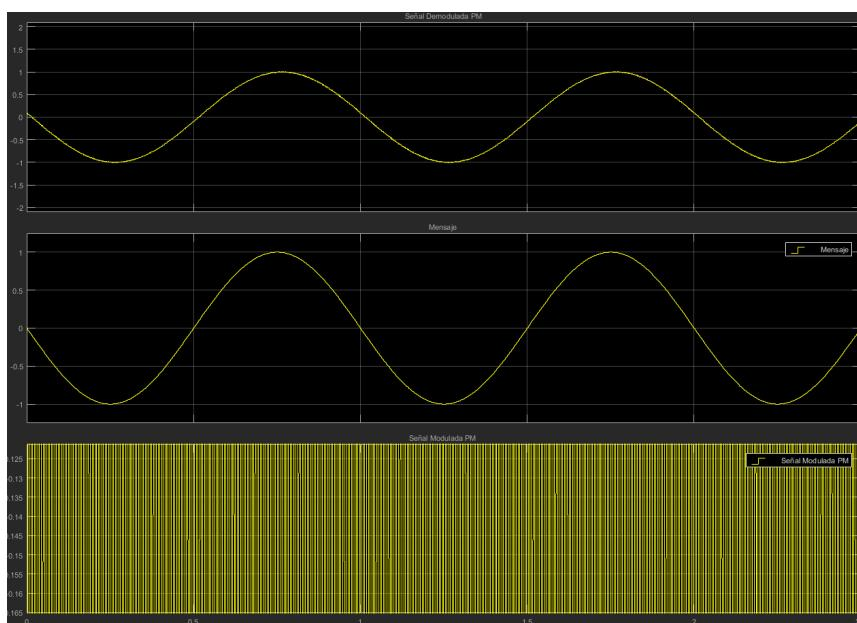

Figura 7: Señales del mensaje, modulación y demodulación para un esquema de modulación y demodulación PM.
4. Con base en los puntos anteriores, lleve acabo una configuración de desviaciones de fase de  $\frac{\pi}{4}$  y  $\frac{\pi}{2}$ , cambiando el orden del filtro con parámetros de 4, 10 y 30. En la figura 7 se muestran las señales temporales para modulación PM (*e.g* con una desviación de fase de  $\frac{\pi}{2}$ ). **NOTA: Documente las señales temporales según las configuraciones realizadas de desviación de fase y orden del filtro.**